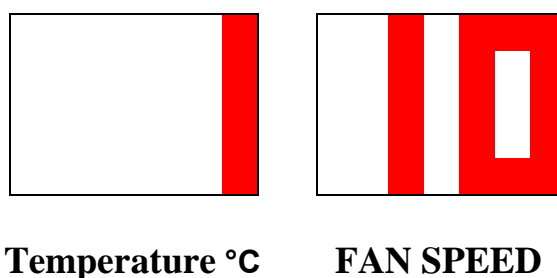

Рисунок 3 – Настройка времени паузы в режиме поддержки
- с помощью кнопок 1 и 2 выбрать пункт меню «1» и выставить время паузы в минутах с помощью кнопок 3 и 4. При этом на индикаторе «2» будет отображаться текущее значение паузы, рисунок 3;